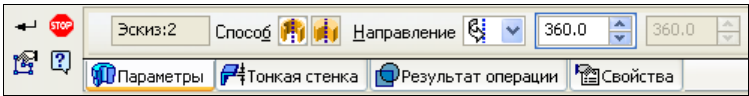

Рис. 17.16. Панель свойств: Элемент вращения
- ◆ на панели **Редактирование детали** из выпадающего меню кнопки **Операция выдавливания** вызовите команду **Операция вращения** . Если правильно построен эскиз, то на экране появится фантом модели **Ось**. На Панели свойств **Элемент вращения** четыре вкладки: **Параметры**, **Тонкая стенка**, **Результат операции** и **Свойства**. Элементы управления вкладки **Параметры** (рис. 17.16) рассмотрены в табл. 17.2, элементы управления вкладки **Тонкая стенка** точно такие же, как при операции выдавливания;